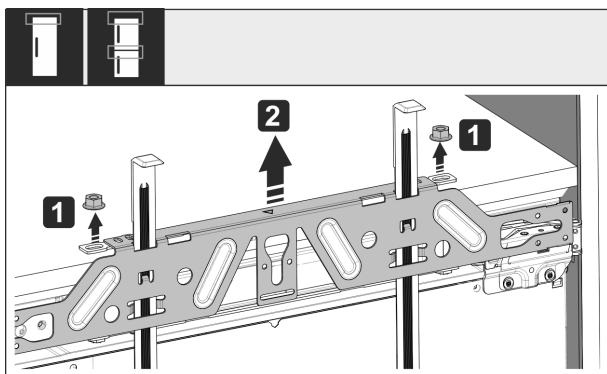

Fig. 53
- ▶ Открутите контргайки Fig. 53 (1).
- ▶ Снимите крепежную поперечину Fig. 53 (2).